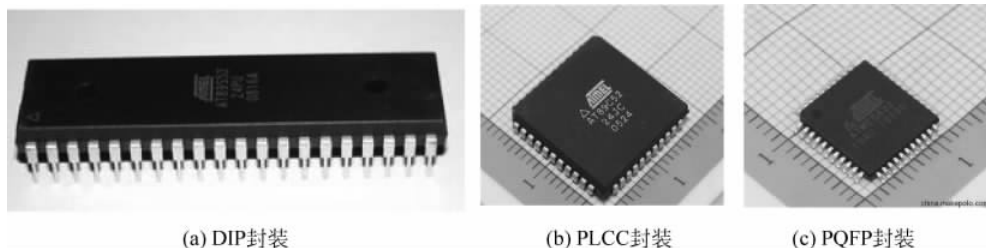

图 3.1 单片机的封装形式
(1) DIP(Double In-line Package),双列直插式封装。插装型封装之一,引脚从封装两侧引出。封装材料有塑料和陶瓷两种。DIP 是最普及的插装型封装,应用范围包括标准逻辑 IC、存储器 LSI、微机电路等。DIP 单片机封装如图 3.1(a)所示。
(2) PLCC(Plastic Leaded Chip Carrier),塑封方形引脚插入式封装,外形呈正方形,四周都有引脚,引脚向内折起,外形尺寸比 DIP 封装小得多,可将引脚直接插入到对应的标准插座内。PLCC 封装适合用 SMT 表面安装技术在 PCB 上安装布线,具有外形尺寸小、可靠
性高的优点。PLCC 单片机封装如图 3.1(b)所示。
(3) PQFP(Plastic Quad Flat Package), 塑封方形引脚贴片式封装, 外形呈正方形, 四周都有引脚, 引脚向外侧伸展, 可直接将引脚敷贴在印刷板上焊牢。此封装要用贴片机焊接。PQFP 封装的芯片引脚之间距离很小, 引脚很细, 一般大规模或超大规模集成电路采用这种封装形式。PQFP 单片机封装如图 3.1(c)所示。